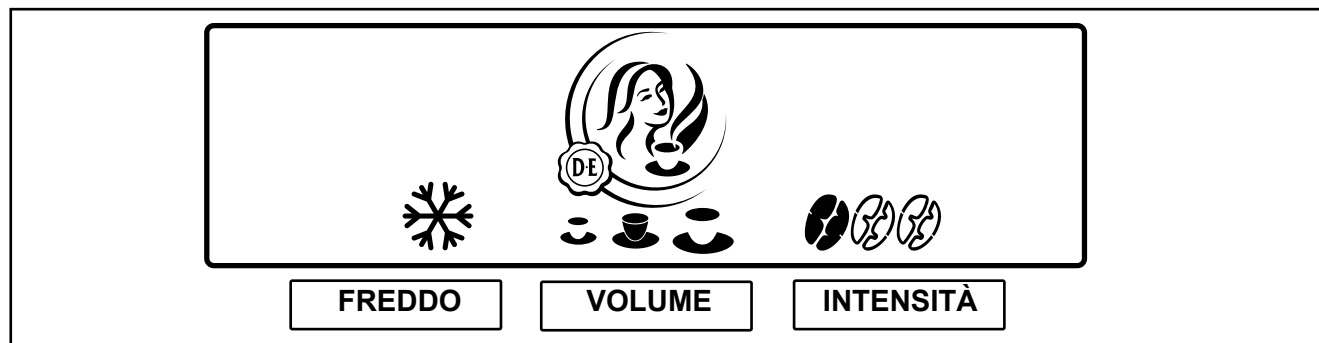

Fig. 16
2. Premere il tasto di preselezione „INTENSITÀ“, per attivare questa preselezione. Vengono visualizzati tre simboli dei chicchi (fig. 16).